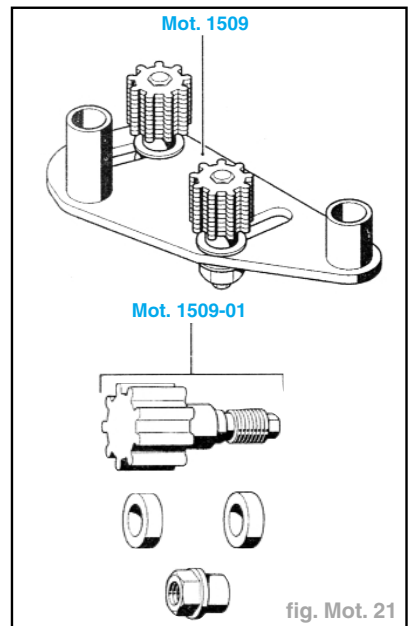

fig. Mot. 21
- L'opération se fait à l'aide des Mot. 1509 et Mot. 1509-01 (fig. Mot. 21).